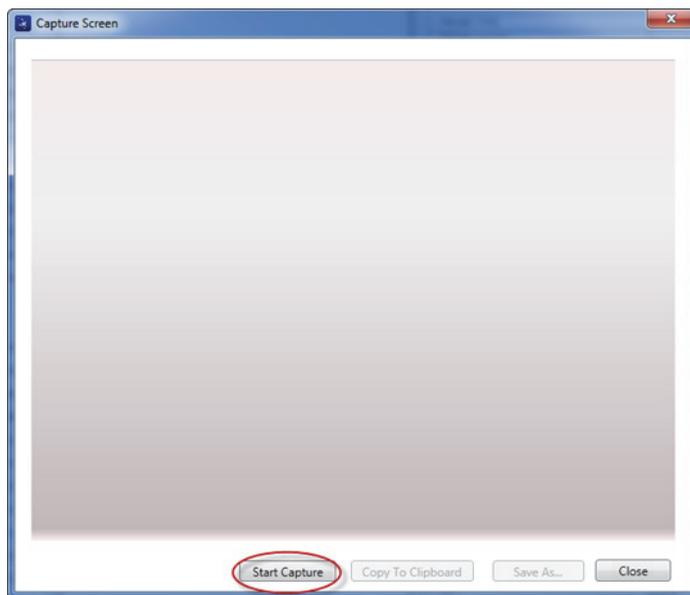

Figura 6-7 La finestra di dialogo Capture Screen
Si apre la finestra di dialogo **Capture Screen** (vedere Figura 6-7 a pagina 324).
4. Nella finestra di dialogo **Capture Screen**, cliccare su **Start Capture** (effettuare cattura) [vedere Figura 6-7 a pagina 324].